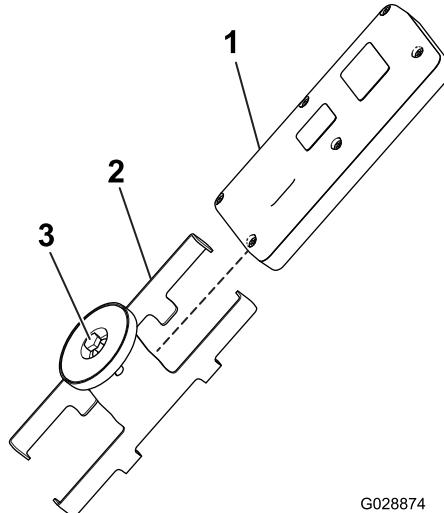

图45
1. 旋松磁性遥控器支架上磁体内的螺栓 图45。
2. 将支架滑到侧面然后拆下遥控器 图45。
8. 将手持遥控器装入磁性遥控器支架将两半滑到一起并固定然后拧紧磁体内的螺栓 图45。